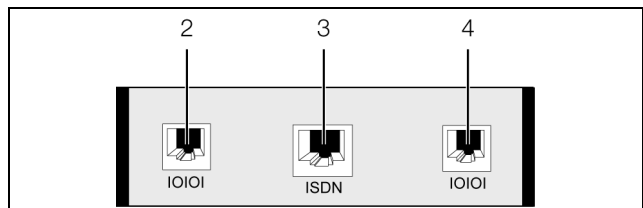

Abb. 9: Rückseite der ISDN-Unit
- Verbinden Sie die ISDN-Unit über ein RJ 45-Verbindungskabel mit einem gebäudeseitigen ISDN-Anschluss (Abb. 9, Pos. 3).
- Verbinden Sie die ISDN-Unit über ein RJ 12-Verbindungskabel mit der CMC III Processing Unit (Abb. 9, Pos. 2 oder Pos. 4).